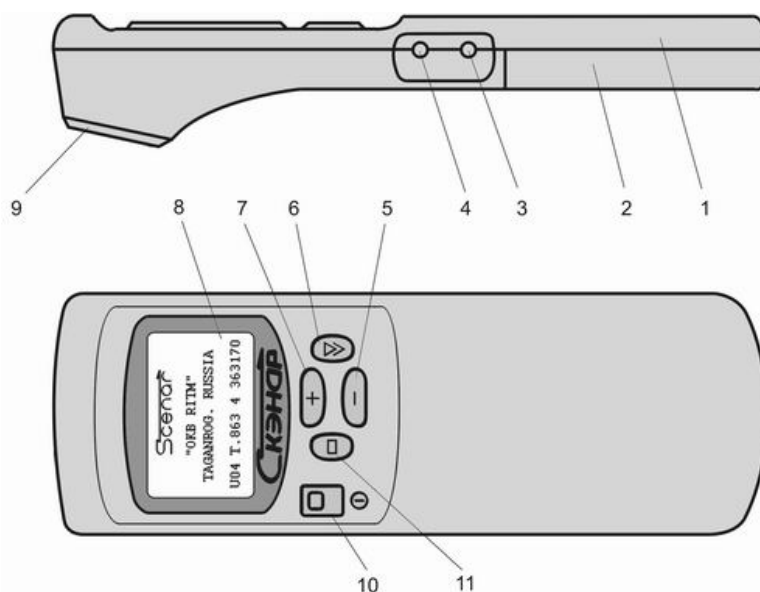

Рисунок 1.
4.1 Корпус аппарата состоит из верхней крышки с индикатором 1 (рисунок 1), корпуса со встроенным электродом 9 и крышки батарейного отсека 2. Все комплектующие элементы, кроме элементов питания, располагаются на печатной плате внутри корпуса.